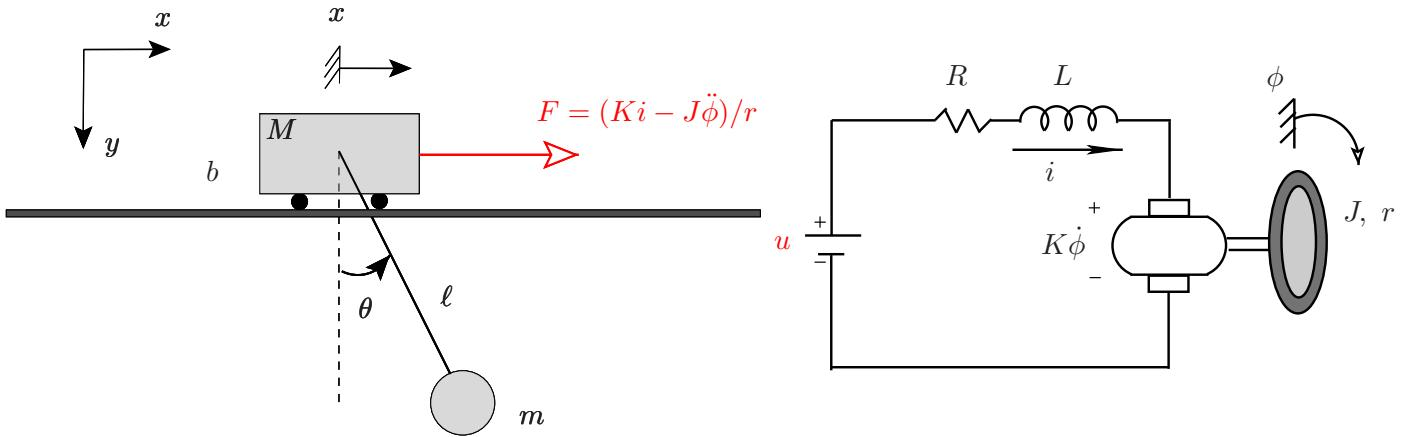

Figura 2: Carro-pêndulo
Neste projeto, propõe-se a modelagem matemática e o controle de um sistema carro-pêndulo que abstrai o comportamento dinâmico da ponte rolante. O objetivo é desenvolver um controlador capaz de levar o carro até uma posição de referência seguindo determinados critérios de desempenho. A Figura 2 apresenta o diagrama esquemático desse modelo físico simplificado.
Este sistema consiste de um pêndulo, composto por uma haste de massa desprezível de comprimento ℓ e uma esfera de massa m , acoplado a um carro de massa M . Como pode ser observado na Figura 2, a medida que o carro desloca-se em x sobre a ação de uma força horizontal F , o pêndulo realiza um deslocamento angular θ . Considere que o atrito viscoso entre o ar e o carro é denotado por b . Nossa objetivo é realizar o projeto de um controlador $C(s)$ de forma a levar o carro para uma posição de referência $x_{ref}(t) = 10$ [m]. A ideia é sintetizar a força $F(t)$ que é transferida ao carro a partir da aplicação de uma tensão $u(t)$ no motor, processando-se o erro entre $x_{ref}(t)$ e $x(t)$. Considere que não existe escorregamento entre o motor e o trilho, ou seja, $x(t) = r\phi(t)$ e que a indutância do motor é desprezível $L \approx 0$.
1. Determine o modelo matemático não linear em função de $x(t)$, $\theta(t)$ e da entrada $u(t)$ utilizando o referencial proposto na Figura 2.